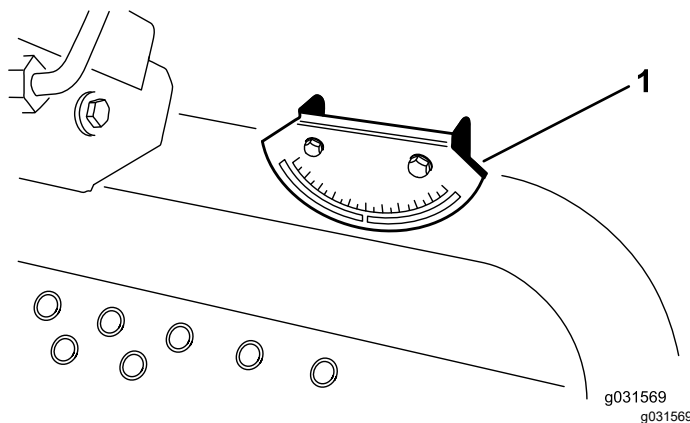

Bild 5
2. Prüfen Sie, ob die Maschine nivelliert ist, indem Sie einen manuellen Neigungsmesser (gehört zum Lieferumfang der Maschine) gegen eine Querschienen des Rahmens am Kraftstofftank halten (Bild 5).